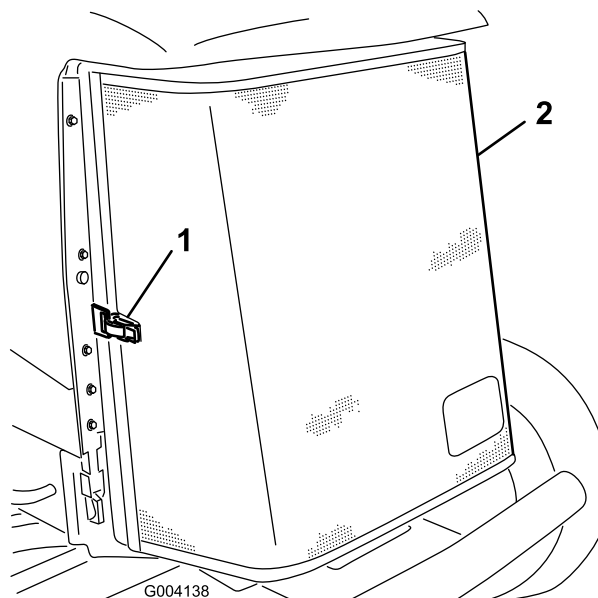

Figura 142
3. Desenganche y abra la rejilla trasera (Figura 142).